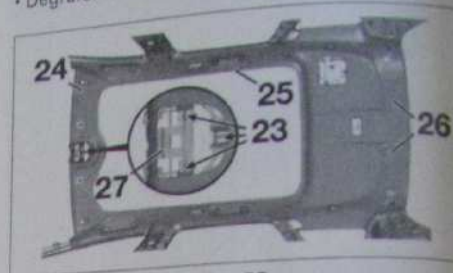

Fig. 83
- le joint de cadre de rideau occulteur (25) (Fig. 83).
- les pions (26).
- Dégrafer le renfort de la garniture (27) en (23).